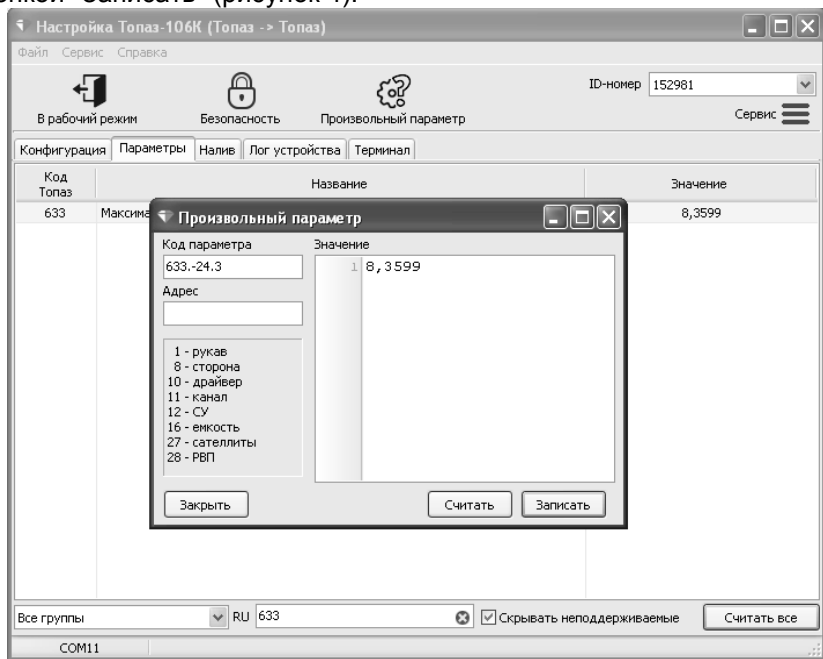

Рисунок 4
9.5 Параметром "633 - Максимальный объем топлива в емкости" определяется геометрический объем емкости, который используется устройством при расчете объема газа. Считать и изменить установленное заводское значение (8,3599) можно выбрав пункт меню "Произвольный параметр" сервисного ПО. В поле код параметра необходимо ввести код 633.-24.X, где X – номер емкости, нажать кнопку "Считать", при необходимости изменить и записать новое значение кнопкой "Записать" (рисунок 4).